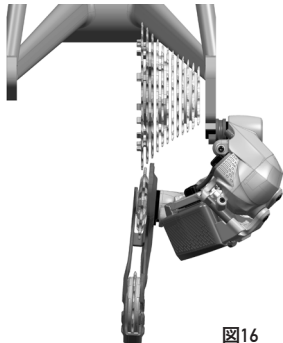

図16
- ・ リア・ディレイラーを最大スプロケットに動かして後ろ側から観察した際、リア・ディレイラーを取り付けているリア・エンドが曲がっているために、プーリー・ケージの下側がホイールのスポークに近づきすぎている (図16)。